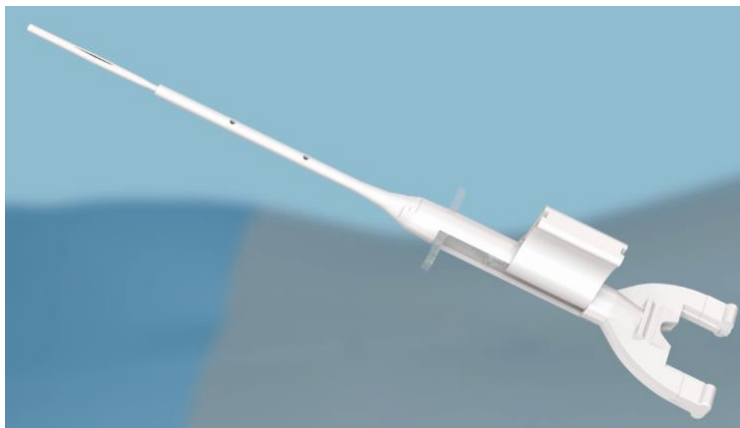

Abbildung 5
3. Wenn sich der SandShark-Anker auf dem Injectroducer befindet, glätten Sie den Anker, damit er durch die Hautschichten und durch die Kanülen-Eintrittsstelle geschoben werden kann (siehe Abbildung 5).